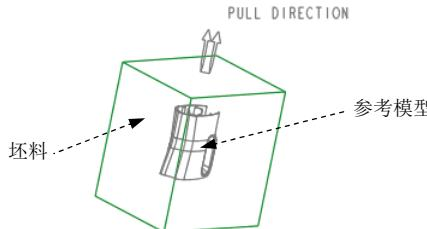

图 17.2 参考模型和坯料
在开始设计一个模具前，应先创建一个“模具模型”，模具模型包括图 17.2 所示的参考模型和坯料。
(1) 在“布局”对话框的**参考模型起点与定位**区域中单击 按钮，系统弹出“获得坐标系类型”菜单。
(2) 定义坐标系类型。在“获得坐标系类型”菜单中选择 **Dynamic (动态)** 命令，系统弹出“元件”窗口和“参考模型方向”对话框。
(3) 旋转坐标系。在“参考模型方向”对话框的**轴**区域中选择 轴作为旋转轴；在**值**文本框中输入数值 180，按回车键。
(4) 在“参考模型方向”对话框中单击 **确定** 按钮；在“布局”对话框中单击 **确定** 按钮；在**CAV LAYOUT (型腔布置)**菜单中单击 **Done/Return (完成/返回)** 命令，完成坐标系的调整，结果如图 17.2 所示。